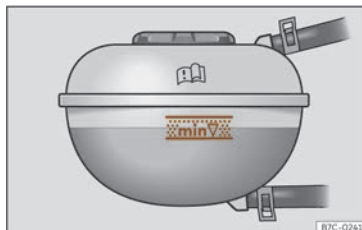

Fig. 201 Dans le compartiment avant : repère sur le vase d'expansion du liquide de refroidissement.
- Avec le système de propulsion électrique froid, vérifiez le niveau du liquide de refroidissement sur les repères latéraux du vase d'expansion >>> **fig. 201**. Le niveau du liquide de refroidissement doit être situé entre les repères.
• Le niveau de liquide de refroidissement devra être situé entre les repères du vase d'expansion >>> **fig. 201**. **Ne dépassez jamais le bord supérieur de zone des repères** >>> **△**.
- Lors de l'ajout de liquide de refroidissement, ne dépassez pas le bord supérieur de la zone des repères >>> fig. 201. Sinon, lorsque la température augmente, le liquide en excès sera expulsé du système de refroidissement du moteur et pourrait causer des dommages.